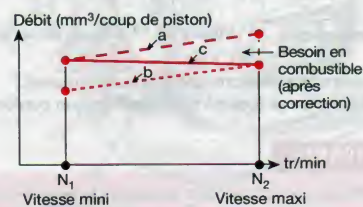

Figure 90.15. Courbe de refolement
- En conclusion, la courbe de remplissage fléchit avec la vitesse et, pour respecter les conditions posées, il faut diminuer la quantité de combustible introduit en fonction de la vitesse (fig. 90.15).
- On remarquera que si le réglage de *débit maximal* de la pompe était effectué de façon à obtenir le couple moteur le meilleur aux basses vitesses (N_1), le moteur recevrait aux régimes élevés (N_2) plus de combustible qu'il n'en pourrait brûler. Il fumerait et on noterait alors la formation d'un dépôt de calamine, une consommation élevée, un phénomène de dilution et une mauvaise combustion (pollution) (droite « a », fig. 90.15).
- Par contre, si le débit maximal de la pompe était réglé de façon à obtenir le meilleur couple moteur aux vitesses élevées (N_2), le moteur ne pourrait plus développer, aux bas régimes (N_1), la puissance escomptée, car le débit de la pompe diminue en même temps que la vitesse (pour une même position de la tige de réglage (plus de fuites à bas régime)) et devient alors trop faible (droite « b », fig. 90.15).
On interpose entre les *ressorts de ralenti* et de vitesse maximale un ressort de correction de débit parfaitement taré qui a pour rôle de ramener progressivement la *tige de réglage* vers le débit mini pour la plage de vitesses comprise entre N_1 et N_2 . Cette correction permet de faire coïncider la courbe de *débit d'air* avec celle de débit de combustible (courbe « c », fig. 90.15).